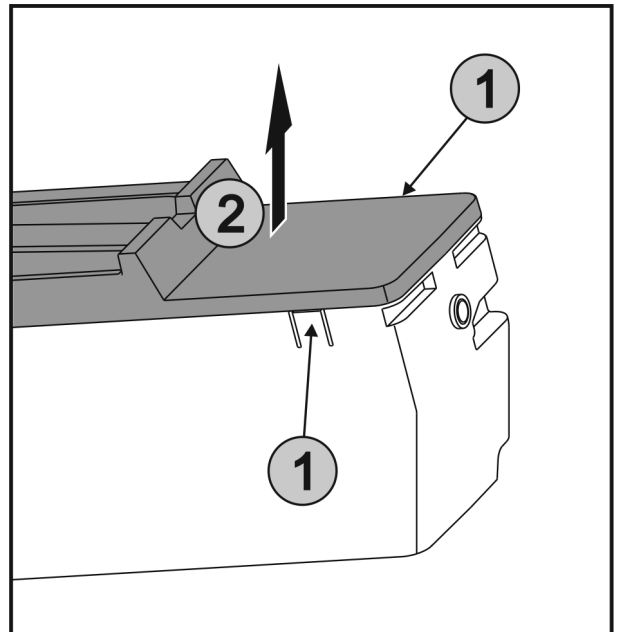

Fig. 56
- ▶ Накладки Fig. 56 (1) з обох боків EasyTwist-Ice натиснути одночасно і кришку Fig. 56 (2) вийняти рухом вгору.